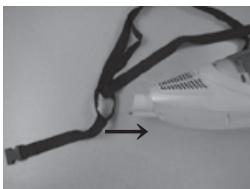
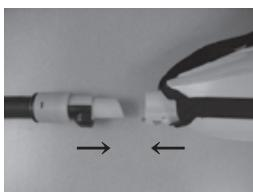

図 1
図 3
ショルダーベルトをご用意いただき、左右の輪になっている部分を図1、図2のようにはめ込んでください（図3は完成図です）。
- ・図 1、図 2、図 3 の順番に固定弁を開いてヘパフィルターを取り外します。